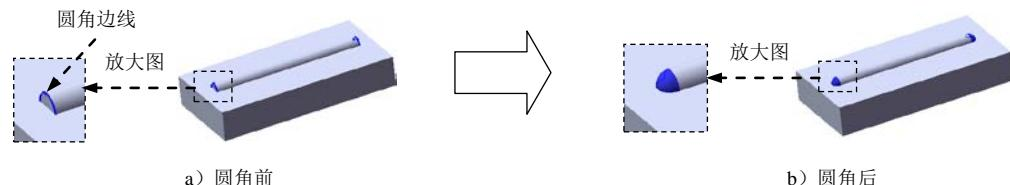

图 14.3.7 圆角 2
Step5. 创建图 14.3.7 所示的圆角 2。
- (1) 选择命令。选择下拉菜单 **插入(I)** → **特征(E)** → **圆角(U)...** 命令（或单击 按钮），系统弹出“圆角”对话框。
(2) 定义圆角类型。采用系统默认的圆角类型。